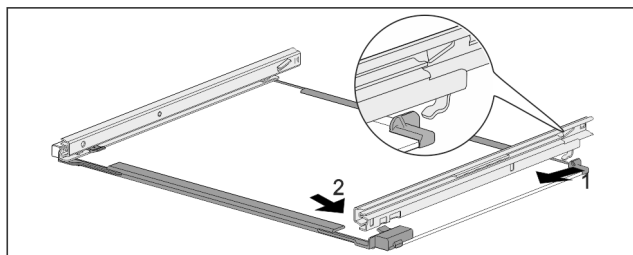

Fig. 180 Glasplaat met rails
- Rail achter vasthaken. Fig. 180 (1)
- Rail voor vasthaken. Fig. 180 (2)